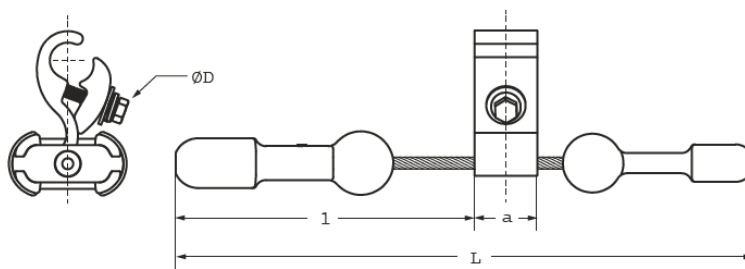

Рис. 1. Общий вид гасителя вибрации VORTX™ VSD.
1. Проверьте комплектность в соответствии с рис. 1;